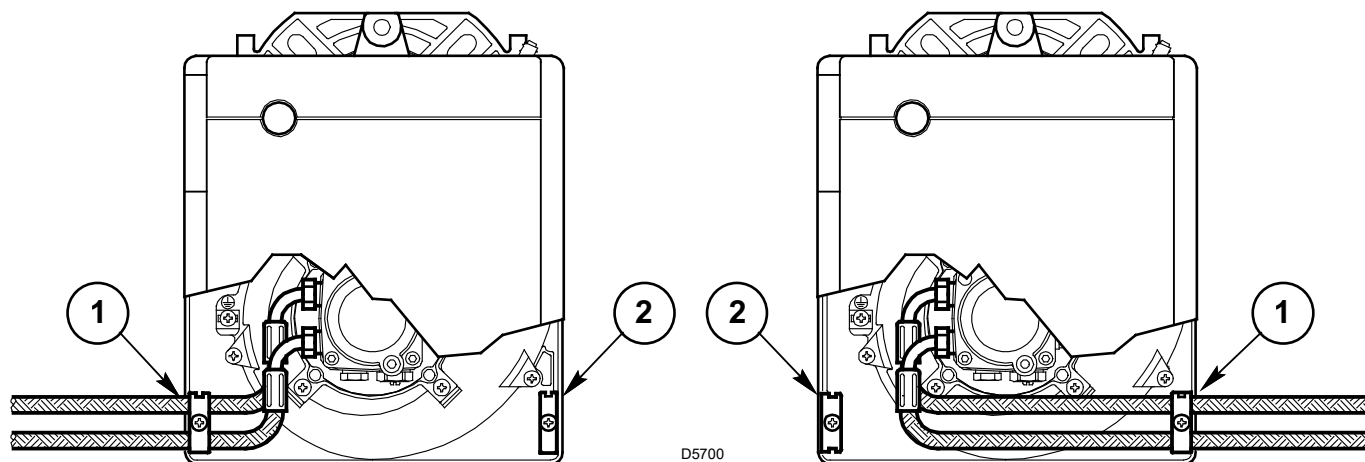

Fig. 6
Il bruciatore è predisposto per ricevere i tubi di alimentazione del gasolio da entrambi i lati. A seconda che l'uscita dei tubi avvenga a destra o a sinistra del bruciatore si dovranno invertire sia la piastrina di fissaggio (1) che la squadretta di chiusura (2), (vedi Fig. 6).